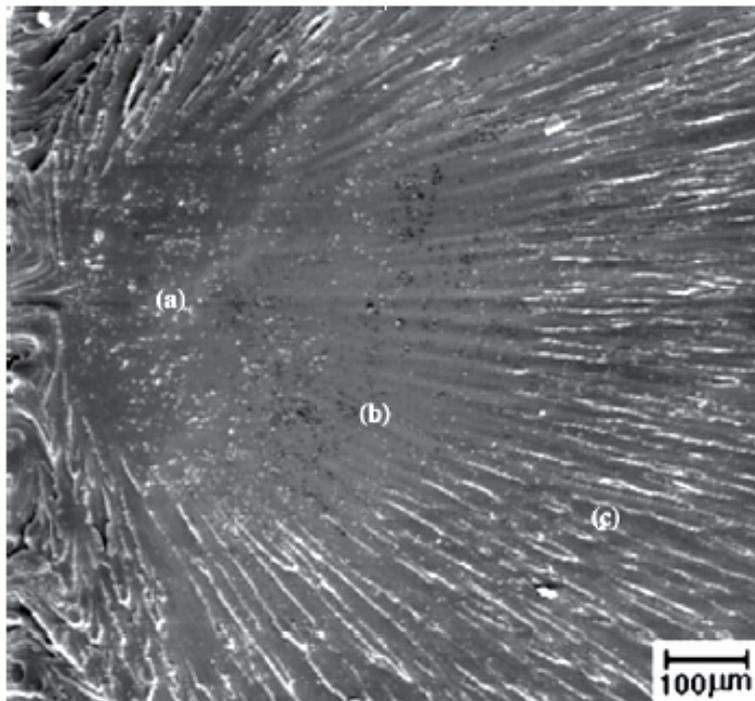

Figura 2: Superfície de fratura de um corpo de prova constituído de resina termorígida (epoxy).
- 3 . A Figura 2 apresenta a superfície de fratura de um corpo de prova feito de resina Epoxy (portanto, um polímero termorígido). Identifique as regiões morfológicas marcadas com as letras (a), (b) e (c) e descreva como essa fratura se processou (em que ponto se iniciou e em que direção se propagou)? vale 1,0 ponto.